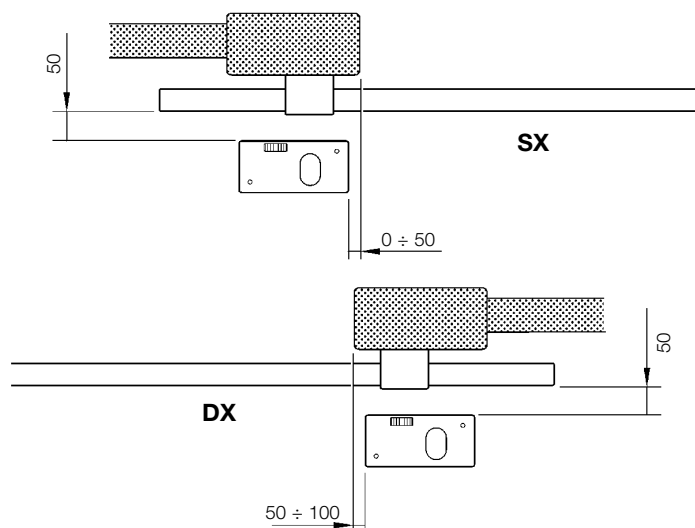
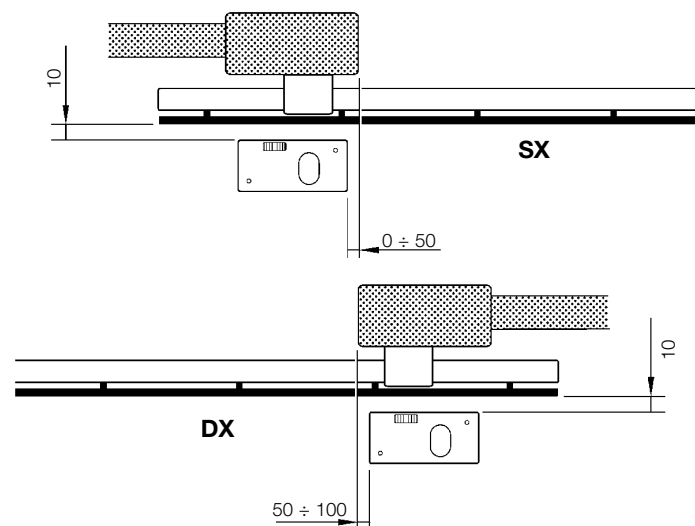
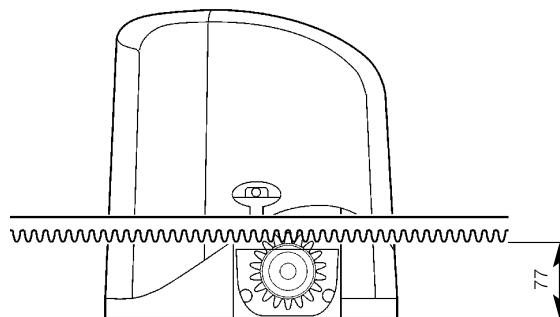

Figura 11
Figura 12
Figura 15
- Ya sea que el motorreductor esté montado a izquierda “IZQ.” o a derecha “DCHA.”, es necesario que se respeten las cotas indicadas en la figura 11 (puerta sin cremallera) y en la figura 12 (puerta con cremallera ya instalada).
- Si la cremallera está montada en la puerta, controle que su posición sea compatible con las medidas límites indicadas en la Figura 15 y compruebe que el paso de la cremallera sea módulo 4 (alrededor de 12mm).
1 Realice un pozo de cimentación, respetando aquello indicado en el párrafo “Controles preliminares” y las medidas indicadas en la figura 11 de la página 7.
4 Coloque la placa de cimentación de manera que el lado marcado por las ranuras (que indican la posición del piñón) se encuentre dirigido hacia la puerta, respetando las medidas indicadas en la figura 11.
1 Realice un pozo de cimentación, respetando aquello indicado en el párrafo “Controles preliminares” y las cotas indicadas en la figura 12 de la página 7. La placa de cimentación debe estar a 77 mm de la cremallera, véase la figura 15.
4 Coloque la placa de cimentación de manera que el lado marcado por las ranuras (que indican la posición del piñón) se encuentre dirigido hacia la puerta, respetando las medidas indicadas en la figura 12.